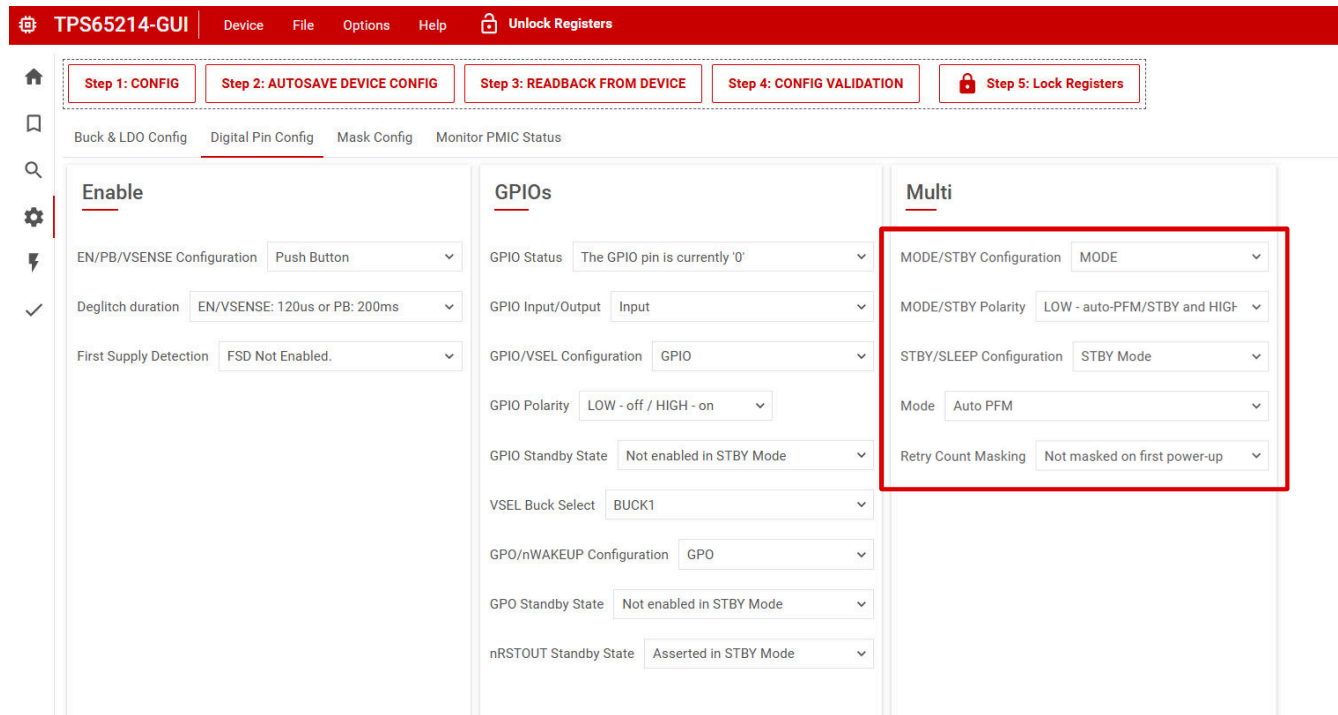

図 5-5. TPS65214-GUI を使用するマルチファンクション構成
- 図 5-5 に、TPS65214-GUI の「構成」タブを使用する際に変更する設定を示します
- 図 5-5 に、レジスタ マップを参照する際に書き込むレジスタ フィールドを示します。